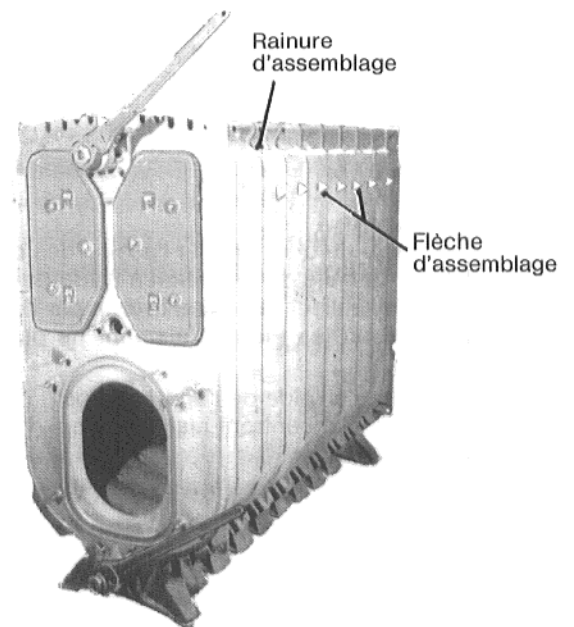

Fig. 8
- 2.2 Stricte observance des repères colorés (rainure et flèche d'assemblage), voir page 3 et 5, lors de l'assemblage. Tous les éléments de chaudière sont munis en haut et à droite d'une rainure pré-coulée permettant l'alignement des éléments (Fig. 8).